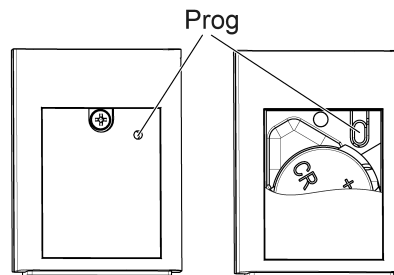

Imagen 3: Tecla **Prog**
La tecla **Prog** (Imagen 3) puede pulsarse con un alambre fino o un clip a través del orificio situado en la tapa de la pila.
- Mantener pulsada la tecla **Prog** (Imagen 3) durante más de 4 segundos.